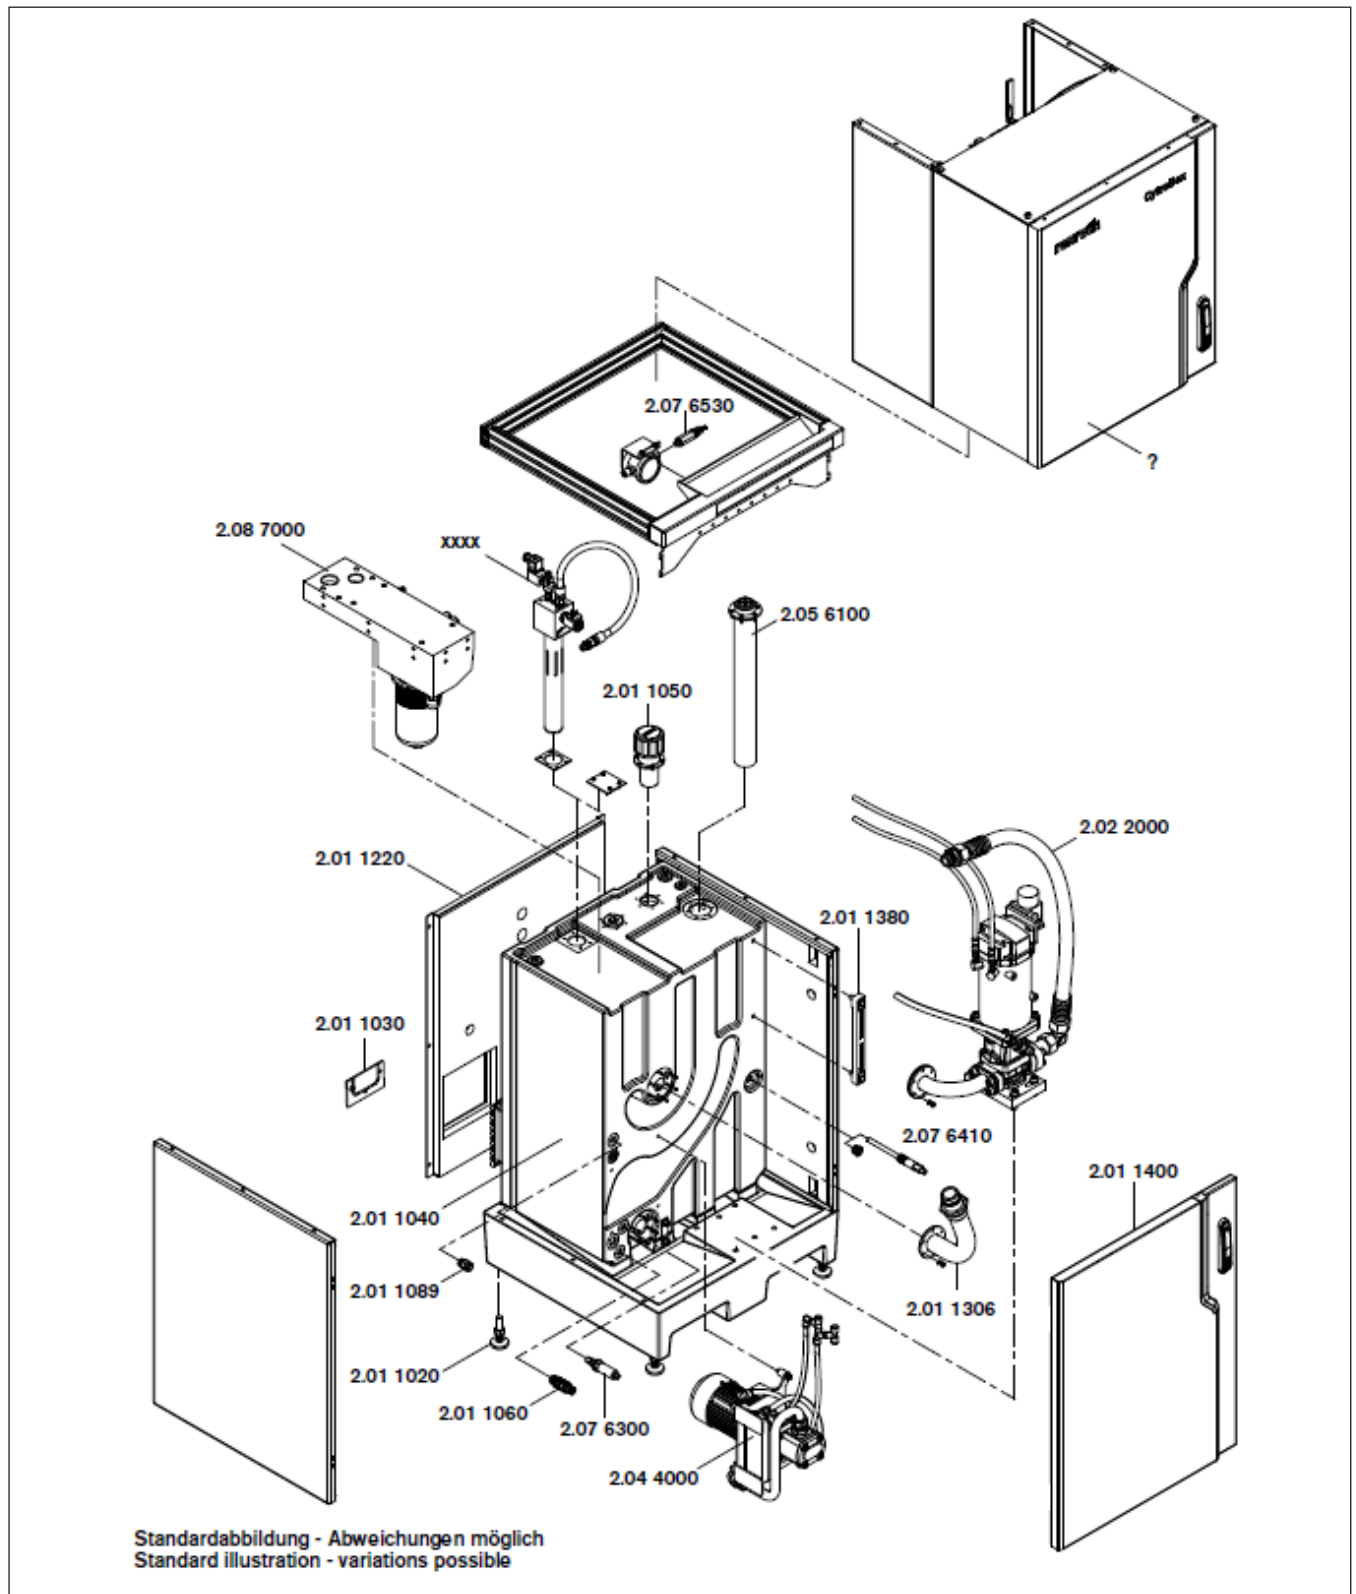

图 38: 备件和磨损部件
► 有关液压站的备件和磨损部件列表，请参阅图 38 和表格 50: